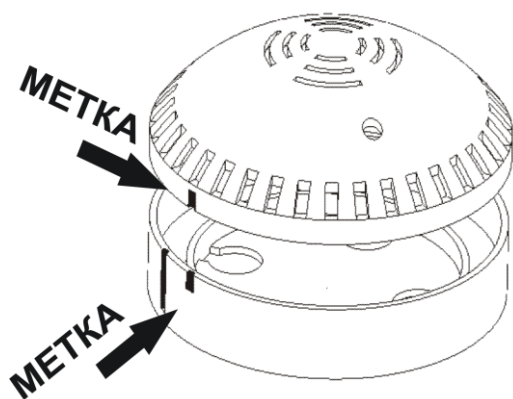

Рис.2
4.1 Извещатель состоит из двух частей: базы и собственно извещателя. **Для подсоединения извещателя к базе, необходимо соединить их так, чтобы короткие ключи-метки на извещателе и на базе были совмещены** (Рис.2), и повернуть извещатель по часовой стрелке до упора.